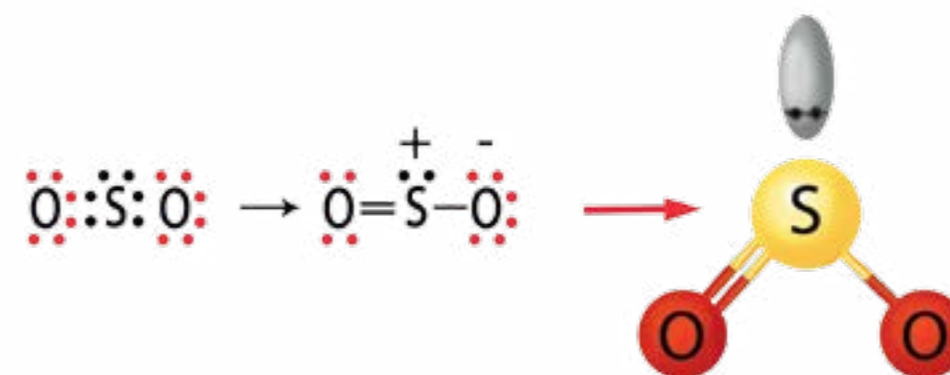

Figura 7.12. Estructura de Lewis y modelo tridimensional del dióxido de azufre.
1. El azufre (S) presenta seis electrones de valencia, al igual que el oxígeno (O).
3. Un esquema simétrico sería: O - S - O. Por último, puedes observar que existe entonces un átomo central (S) y dos ligandos (O). El átomo central presenta tres pares de electrones y sólo dos podrán ser utilizados. En resumen: AX_2E , por lo tanto su geometría es angular (tabla 7.2), como se muestra en la figura 7.12.